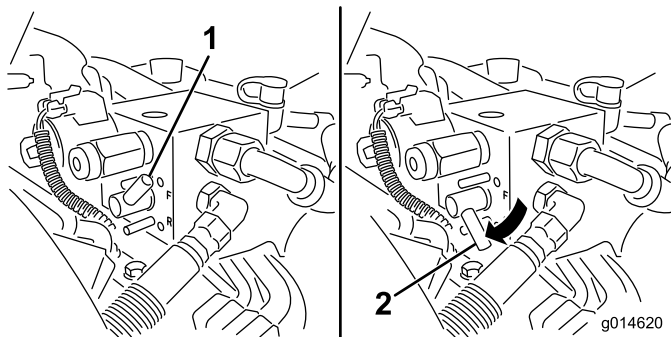

Figura 53
5. Gire la palanca de Autoafilado a la posición de marcha atrás (R) (Figura 53).